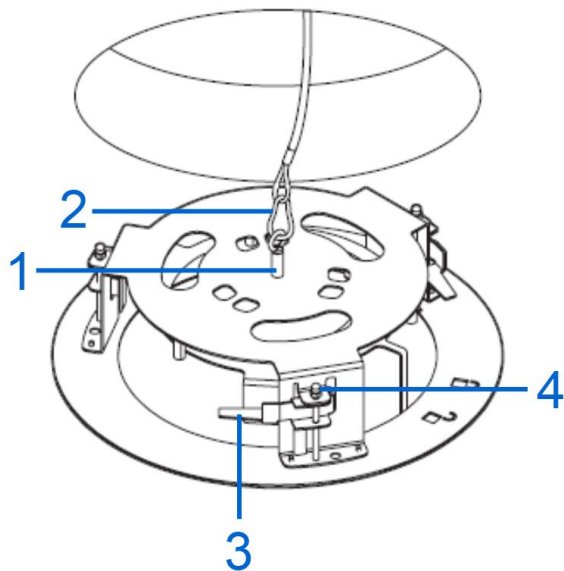

Figura 3
2. Fissare un'estremità del cordino di sicurezza a una struttura sicura o a un oggetto nel soffitto e avvitare il golfare (1) (Figura 3) alla parte superiore del supporto.
3. Attaccare l'altra estremità del cordino di sicurezza (2) (Figura 3) al golfare sul supporto.
4. Tirare le "alette" (3) (Figura 3) per stringere il supporto contro il soffitto.
Nota: È possibile ruotare la vite (4) (Figura 3) per regolare le alette in alto o in basso.